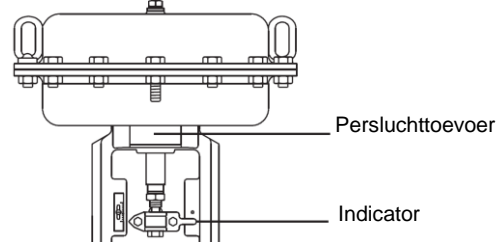

Fig. 7
2. Pneumatische servomotor controle klep: verwijder de bestaande persluchttoevoer en sluit een onafhankelijke persluchttoevoer aan op de servomotor (druk ≤ 6 bar eff.), laat de klep volledig openen, verwijder de persluchttoevoer van de servomotor en laat de klep volledig sluiten. Sluit de initiële perslucht weer aan (Fig. 7).